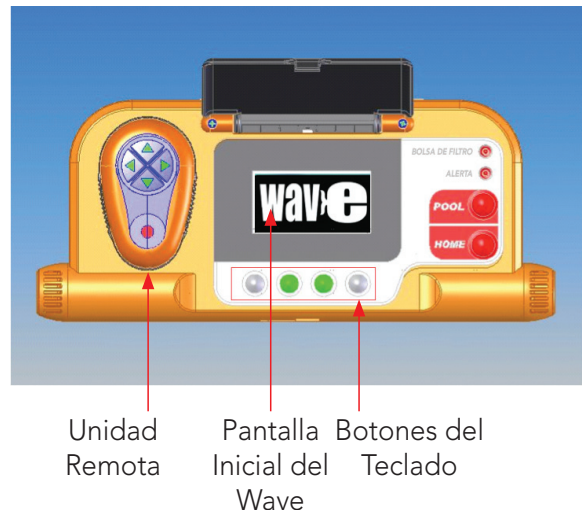

Figura 2: La consola de la MMI del robot Dolphin Wave
- En este manual de usuario, la instrucción de oprimir "**Iniciar**" es ejecutada oprimiendo simultáneamente ambos botones verdes -  - en el panel de control de la MMI (Figura 2).